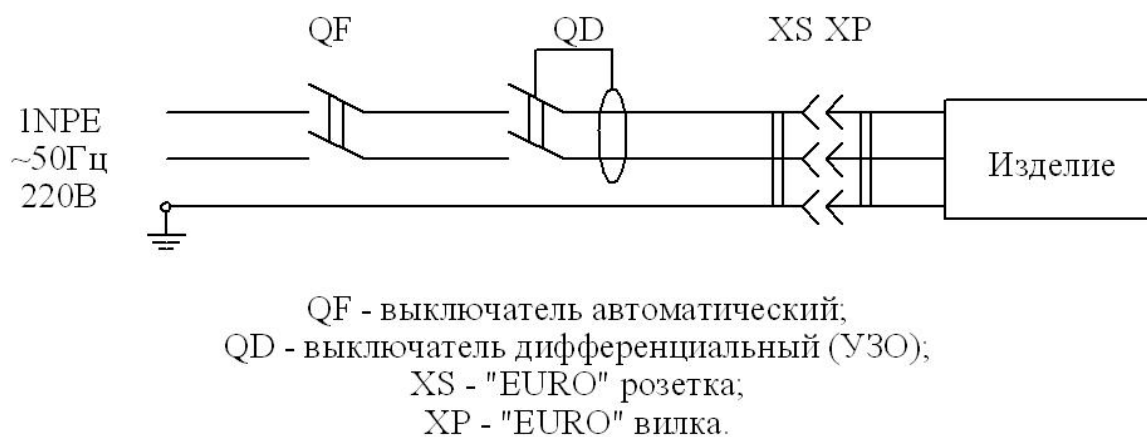

Рис. 1. Схема подключения изделия к электросети.
6.4. Изделие подключать к питающей электрической сети (рис. 1) через автоматический выключатель электромагнитной защиты и дифференциальный выключатель (УЗО). Выбор автоматического выключателя производить по большему ближайшему значению уставки срабатывания, у дифференциального выключателя номинальный ток должен быть выше номинального тока автоматического выключателя и номинальный отключающий дифференциальный ток 30 мА.